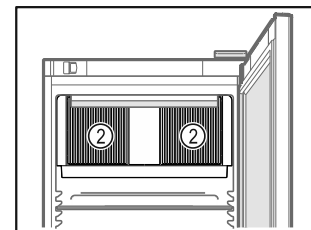

Fig. 58
- Ventilatiesleuf Fig. 58 (2) van de ventilator in de binnenruimte vrijhouden.